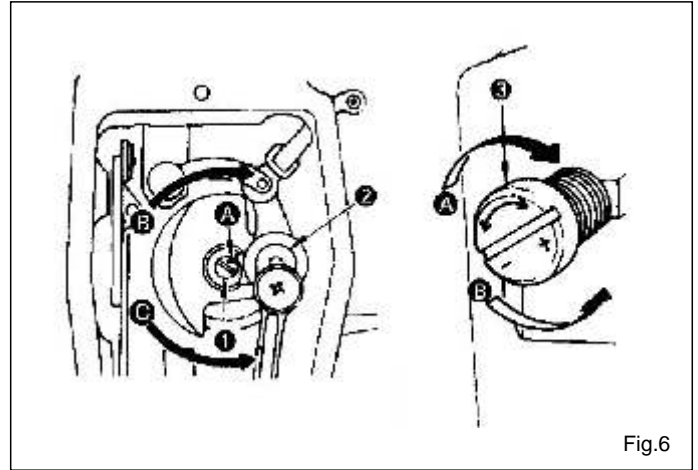

Fig.6
2. Ajuste do fluxo de óleo às peças da placa frontal (Fig.6)